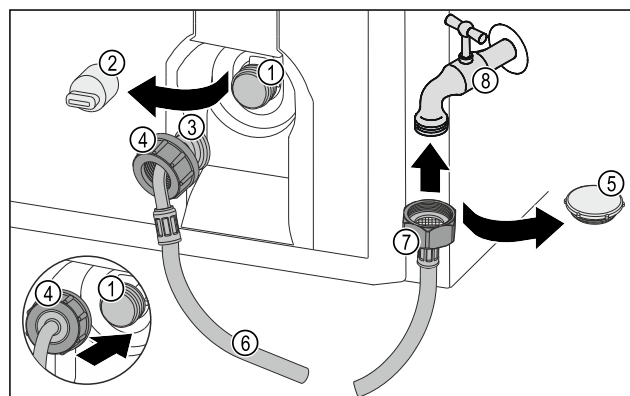

Fig. 45
- Retirer le capuchon de fermeture Fig. 45 (5).
- ▶ Placer l'extrémité de flexible droite Fig. 45 (7) sur le robinet d'eau Fig. 45 (8).
- ▶ Serrer l'écrou sur l'extrémité de flexible droite Fig. 45 (7) dans le sens des aiguilles d'une montre.